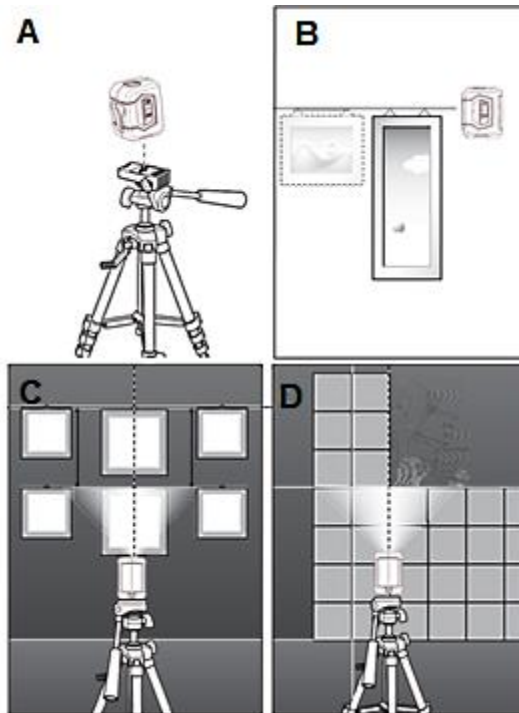

Рисунок 2
3.3.3 Робота з виробом на штативі або базовій опорі (див.рис.2).